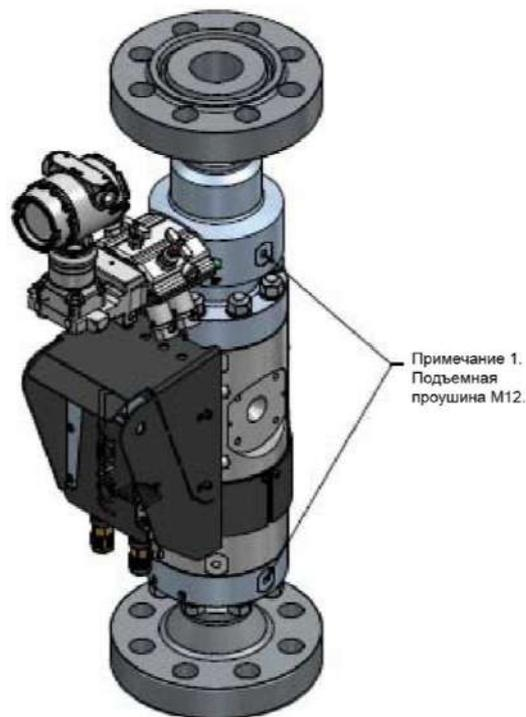
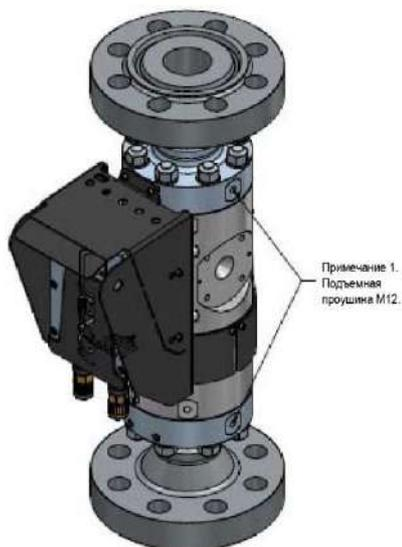

Рисунок 5. 2600MV
Рисунок 6. 2600M
Roxar MPFM 2600M(V) поставляется в качестве автономного устройства, MPFM, с трубкой Вентури (2600MV) и без (2600M): рисунок 5 2600MV и рисунок 6 2600M.
Рисунок 5. Типовые узлы подключения корпуса вычислителя расхода Ex-d, только для сведения. Фактические узлы проводки представлены в схемах подключения, относящихся к проекту (часть стандартной документации заказчика)